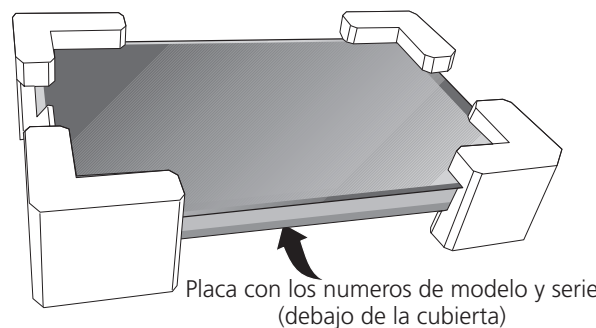

Figura 3
2. Este electrodoméstico debe conectarse a la caja de fusibles (o de cortacircuitos), por medio de un cable blindado flexible o un cable con forro no metálico. El cable blindado flexible que va desde el electrodoméstico debe de estar conectado directamente a la caja de empalme. La caja de empalme debe de estar localizada en el lugar que se indica en la Figura 3, dejando tanto exceso de cable como sea posible entre la caja y el electrodoméstico, de forma que así el electrodoméstico se pueda mover fácilmente, si fuera necesario para hacer una reparación.